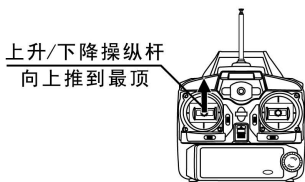
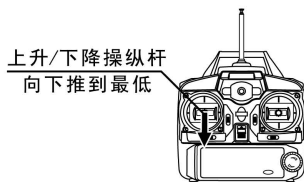

图1
图2
2. 先将遥控器的天线全部拉出，上升/下降操纵杆拉到最低后，打开遥控器电源开关，此时遥控器的状态指示灯低速闪烁；然后，向上推动上升/下降操纵杆到最顶，使遥控器的状态指示灯高速闪烁，见图1。再将上升/下降操纵杆拉到最低，见图2，遥控器的状态指示灯为常亮，表示遥控器已进入预备飞行状态。操纵左右/上升/下降操纵杆时，不可用力过大，否则操纵杆有可能会折断。